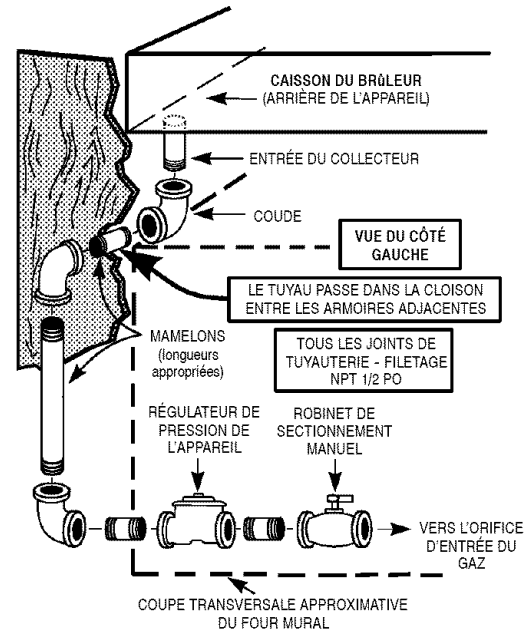

FIGURE 4
Remarque au sujet de la figure 4 ci-dessus :
- Pour faciliter le service, installer un raccord à joint rodé (non illustré ; disponible chez les marchands locaux) dans la tuyauterie illustrée à la figure 4. Choisir l'endroit le plus pratique pour l'installation. Généralement, l'endroit le plus pratique se trouve dans l'armoire sous l'appareil, à proximité de l'entrée du collecteur plutôt que dans une armoire avoisinante.
Si la prise de courant doit être installée dans une armoire adjacente placée à gauche ou à droite, un trou de passage, conforme à la description ci-dessus, doit être pratiqué dans la cloison qui sépare les armoires. La figure 4, à la page 4, donne une illustration d'une cloison typique (côté gauche). Le trou de passage (qui n'apparaît pas à la figure 4) peut être placé dans ce mur gauche ou dans le mur droit correspondant, selon ce qui est le plus pratique.